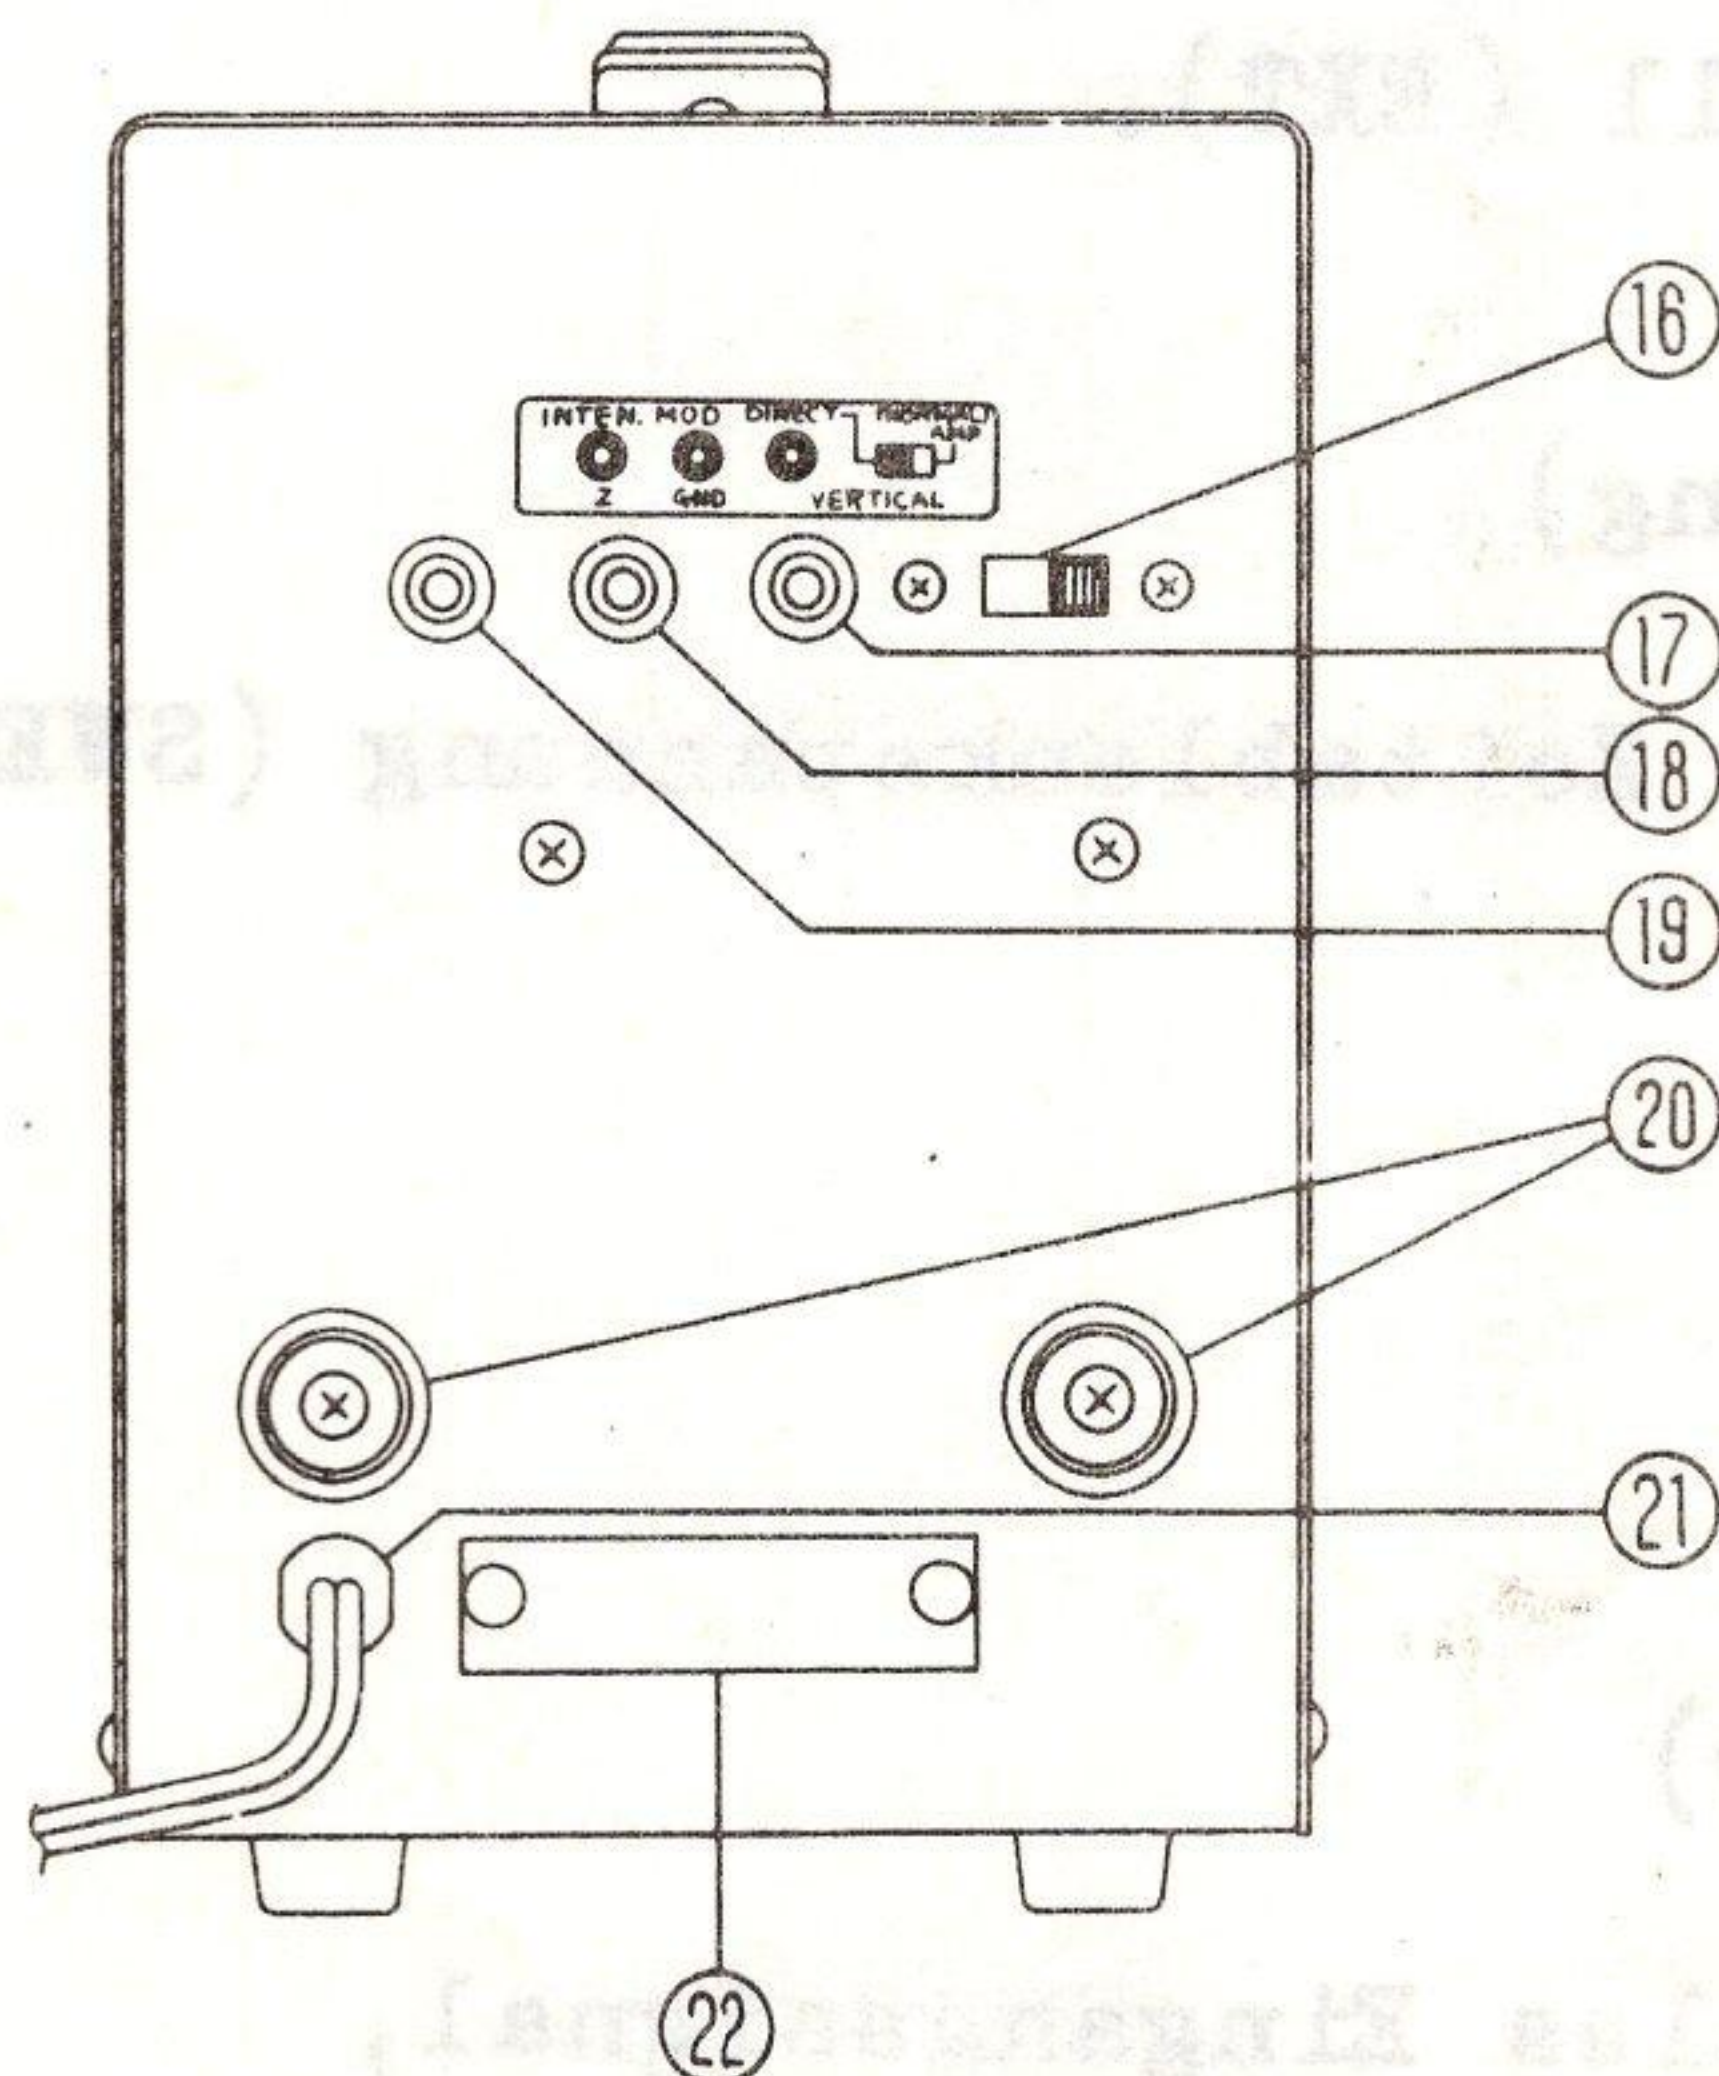

Bild 2-2
2.2 Rückseite (s. Bild 2-2)
(16) DIREKT-AMP